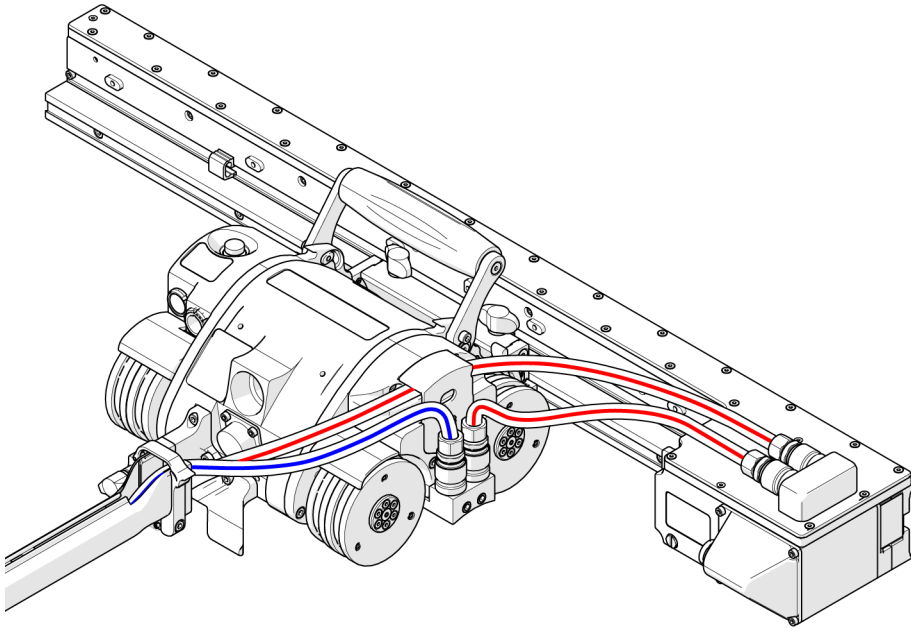

Abbildung 2-64 Schlauchführung mit Rasterarm
Die Schnellverschlüsse an der Oberseite des HT-Rasterarms enthalten einen Anschlusspunkt für Schlauchverbinder. Drücken Sie den Schlauchanschluss in die Schnellkupplung, um ihn zu verbinden (siehe Abbildung 2-64 auf Seite 91).
3. Führen Sie die Schläuche durch das Kabelführungssystem und schließen Sie sie am Kühler an (siehe Abbildung 2-64 auf Seite 91).